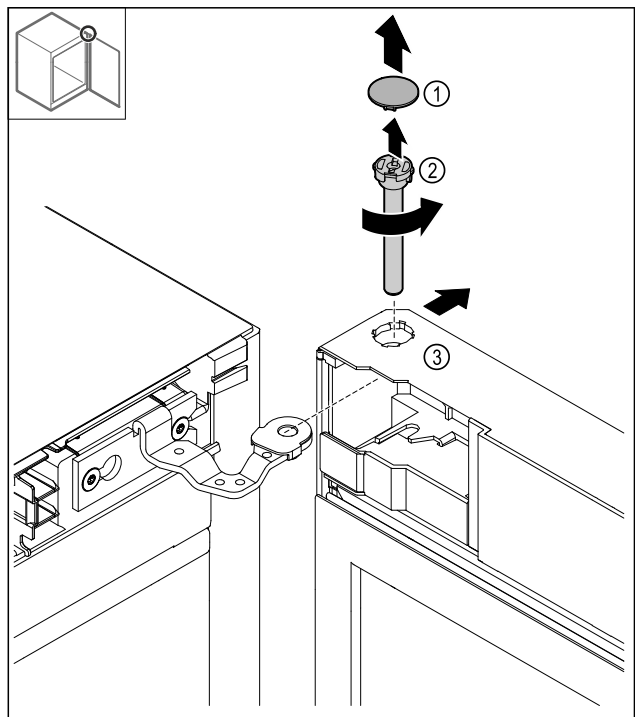

Fig. 19
- Sejměte kryt Fig. 19 (1).
- Uvolněte a vytáhněte čep Fig. 19 (2) proti směru hodinových ručiček.
- Dveře Fig. 19 (3) mírně naklopte.